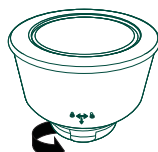
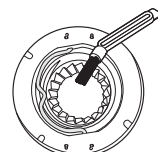

Figura 1
Figura 3
2. Retire el recipiente de granos girando el mismo en sentido antihorario para desbloquear la máquina (figura 1).
7. Coloque la configuración de molido en “Fine” (Fino) (0) y luego configure la máquina en ON (Encendido) presionando el botón Power (Encendido).
12. Vuelva a colocar la muela superior y el recipiente de granos bloqueando estos en su posición, en sentido horario (figura 3).